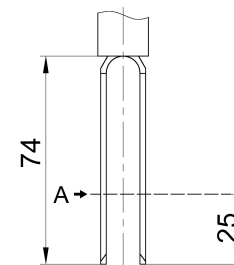

Рисунок 1 – Линия срабатывания сигнализатора
2.2.1 Пределы допускаемой абсолютной погрешности определения положения уровня в рабочем диапазоне температур должны быть равны  $\pm 25$  мм относительно линии срабатывания А на чувствительном элементе (см. рисунок 1).